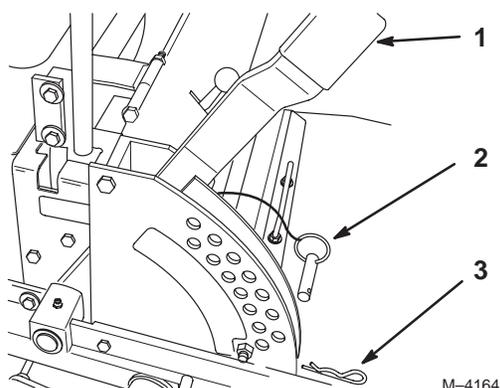

Figure 19
1. Relevez le levier de sélection de hauteur de coupe en position de transport (qui correspond aussi à la hauteur de coupe de 127 mm [5"]) (Fig. 19).
2. Pour changer de hauteur de coupe, retirez la goupille fendue et l'axe de chape du support de hauteur de coupe (Fig. 19).
3. Placez l'axe de chape dans le trou du support correspondant à la hauteur de coupe voulue (Fig. 19).
4. Fixez l'axe de chape avec la goupille fendue (Fig. 19).